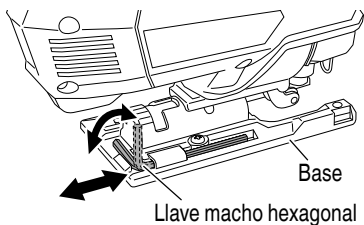

Fig. 21
- Es posible alojar la llave macho hexagonal en la base (Fig. 21)